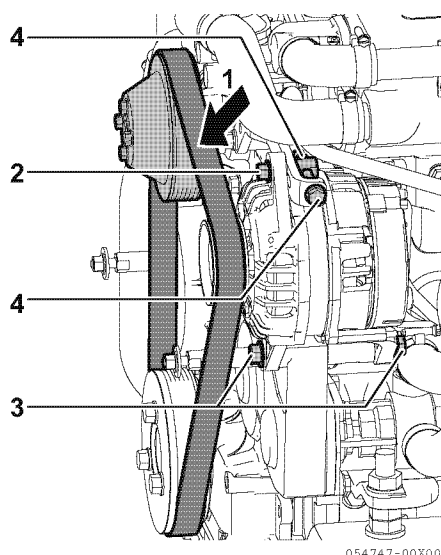

Figure 4
2. Vérifiez la courroie en appuyant au milieu de la courroie (**Figure 4, (1)**) avec le doigt.
3. Desserrez les 3 boulons de l'alternateur (**Figure 4, (2) (3) (4)**).
4. Vissez le boulon de réglage et déplacez l'alternateur (**Figure 4, (4)**) pour régler la tension correctement.